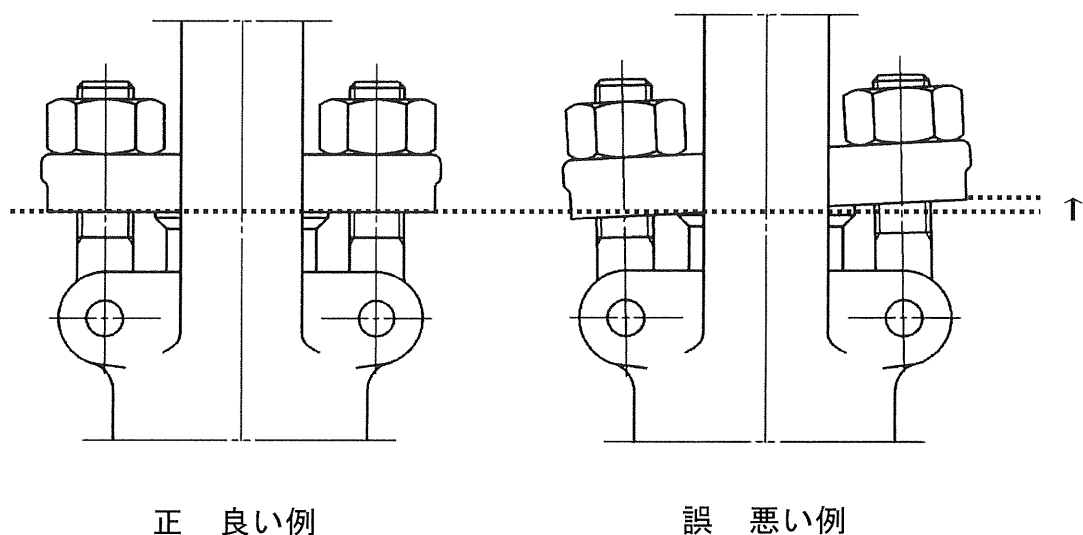

図 7.3 グランドボルトナットの締め付け調整例
- ④ グランドパッキンを挿入する場合は、グランドパッキンの切り口が重ならないように、１リングずつ挿入し、且つ１リングずつ毎に適当な締付力を与えてください。
- ⑤ 図 7.3に示すとおり、グランドボルトナットを締めながらハンドル車の廻り具合をみてグランドを片締めしないように交互に平均した力で調整してください。